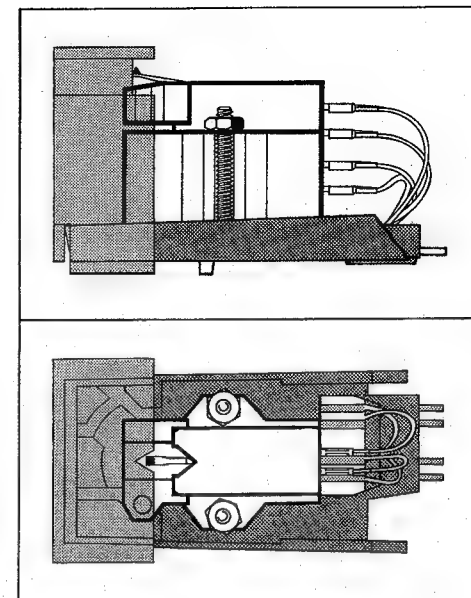

Fig. 14
1. To mount the cartridge, detach the cart-ridge holder (5) from the tonearm by pres-sing the tonearm lift (4) backward, while holding the cartridge holder with your hand to prevent its falling down when the lock is released.
2. Using the hardware provided, mount the cartridge on the cartridge holder. Use the gauge to make sure that the cartridge is mounted in the geometrically proper place in the cartridge holder (Note location of stylus tip in Fig. 14).
1. Voor montage van het element de systeemhouder (5) van de toonarm losmaken, door de toonarmgreep (4) naar achteren te drukken. Hierbij de systeemhouder vasthouden, omdat deze anders valt.
2. Bevestig het element op de systeemhouder en gebruik voor de plaatsbepaling de meegeleverde hulpstukken, zodat de naaldpunt geometrisch in de juiste positie komt (Fig. 14).
1. Vid byte av pick-up lossas monteringsbryggan (5) genom att tonarmsgreppet (4) föres bakåt. Håll i bryggan, så att pick-upen inte faller mot verkplattan och skadar nälen.
2. Montera den nya pick-upen i monteringsbryggan. Se till att nålspetsen hamnar i rätt position, med hjälp av monteringsmallen (Fig. 14). Använd vid monteringen de
1. Per montare la cellula togliete la testina (5) dal braccio spingendo indietro la levetta di serraggio (4) fare attenzione che la testina non cada.
2. Fissate la cellula sulla testina servendovi degli accessori allegati, osservando che la punta dello stilo - vista da sopra - combaci con l'insenatura a V del calibro (Fig. 14).
stemträger. Zu beachten ist, daß das Tonabnehmersystem mit der Systemlehre am geometrisch richtigen Ort für die Abtastnadelspitze im Systemträger montiert wird (Fig. 14).
montée à l'emplacement géométrique correct de la pointe dans le porte-cellule (Fig. 14).
del portacápsulas con respecto a la punta de la aguja lectora, empleando un calibre correspondiente (Fig. 14).